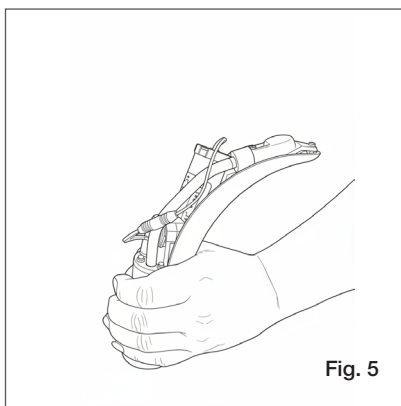

Fig. 5
- Não obstruir a janela do sensor após a ligação do cabo de alimentação (fig. 5).
- Do not cover the sensor window after reconnecting the power supply (fig. 5).